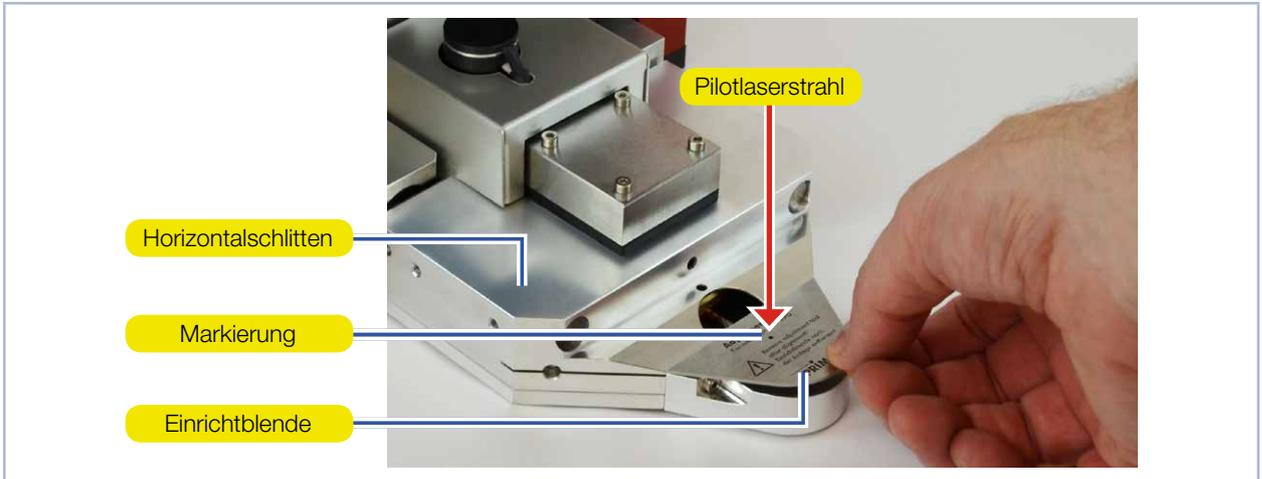

Abb. 8.7: Einrichtblende am Horizontalschlitten des FocusMonitor FM+ HPD
Für eine problemlose Ausrichtung (x-y-Ebene) zum Laserstrahl ist dem Gerät eine Einrichtblende (siehe Abb. 8.7 auf Seite 19) beigelegt.
5. Legen Sie die Einrichtblende an den Horizontalschlitten an (siehe Abb. 8.7 auf Seite 19).